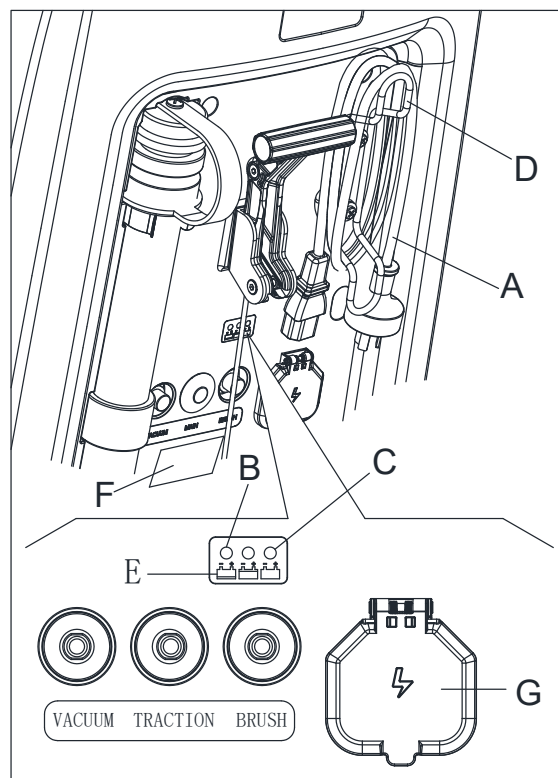

Figura 15
- Conecte el cable del cargador de baterías (A, Figura 15) a la red eléctrica (G) (la frecuencia y el voltaje de la red eléctrica debe ser compatible con los valores del cargador de baterías que aparecen en la placa de número de serie de la máquina (F)). Cuando el cargador de baterías está conectado a la red eléctrica, todas las funciones de la máquina se desactivan automáticamente. Si la luz de aviso roja (B) en el panel de control del cargador de baterías permanece iluminada, esto significa que el cargador está cargando las baterías.
- Cuando se ilumine la luz de aviso verde (C), la carga de la batería se ha completado.
- Una vez que haya terminado la carga de la batería, desconecte el cable del cargador de baterías (A) de la red eléctrica (G) y enróllalo alrededor de la carcasa (D).
Para obtener más información sobre el funcionamiento del cargador de baterías (E, Figura 15), consulte el manual correspondiente.